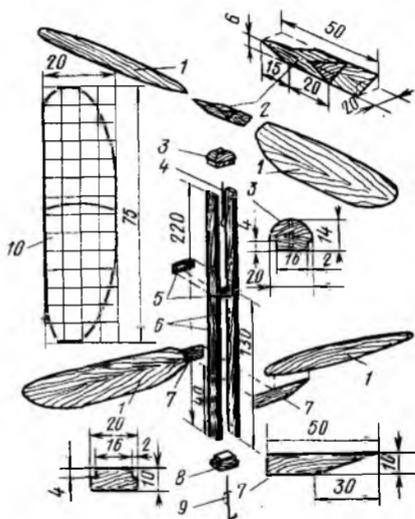

Рис. 52. Модель вертолета «Белка»:
**Модель вертолета «Белка»** (рис. 52) летает так же, как и настоящий вертолет, который имеет два соосных несущих винта. Нижние лопасти закрепляют на раме, служащей одновременно фюзеляжем. Раму изготавливают из двух липовых пластин размером  $220 \times 10 \times 1$  мм, верхней и нижней бобышек.